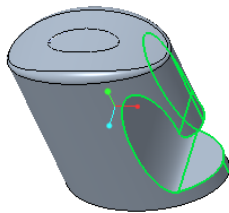
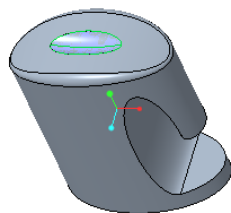

图 7-143 切口实体化结果
图 7-144 曲面片实体化结果
⑥ 在“实体化”选项卡中单击“完成”按钮，完成的该切口实体化的效果如图7-143所示。
⑦ 在信息区右侧的选择过滤器下拉列表框中选择“面组”选项，在模型窗口中选择面组3，接着单击“实体化”按钮，打开“实体化”选项卡。
⑧ 系统自动选中“实体化”选项卡上的“曲面片替换”按钮，确保刀具操作方向为所需。
⑨ 在“实体化”选项卡中单击“完成”按钮，完成该实体化操作的效果如图7-144所示。